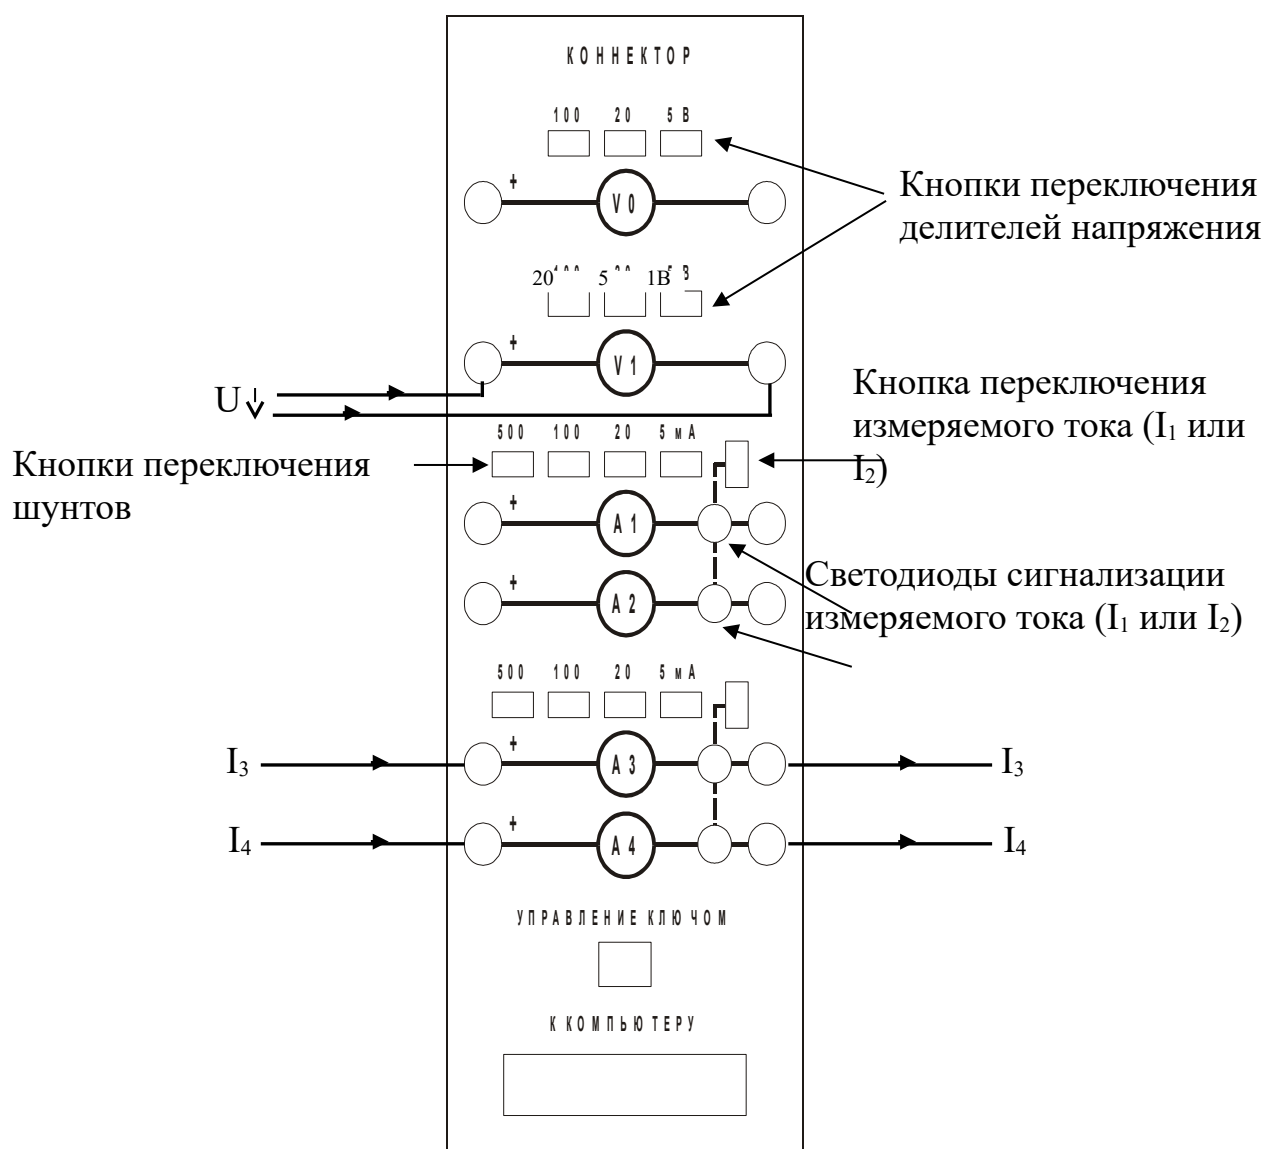

Рисунок 1 – Общий вид лицевой панели коннектора
2.6 Выберите пределы измерения амперметров и вольтметров, нажав соответствующие кнопки на коннекторе (рис. 1). Выбранные пределы отображаются автоматически в соответствующих окнах виртуальных приборов. Когда измеряемый сигнал превышает допустимый для данного канала уровень, окно с показанием виртуального прибора начинает мигать красным цветом, а в верхней части панели включается надпись «Перегрузка!». Перейдите на больший предел». Она гаснет, как только предел измерения становится больше измеряемой величины.